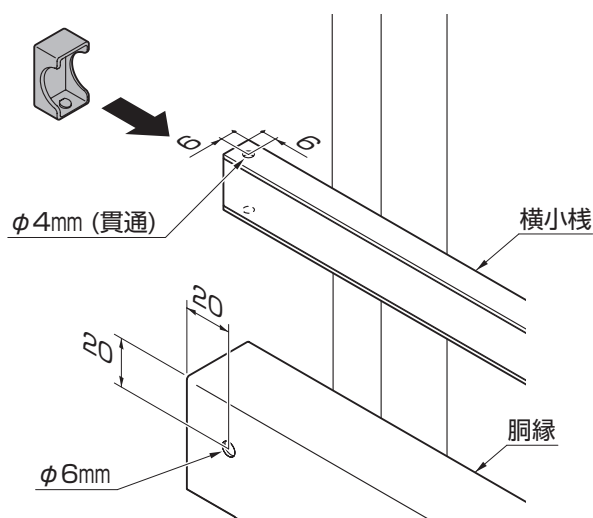

図3-3 切断箇所の穴加工
- ③ 横小棧の上面・下面と胴縁の側面に、それぞれφ4mm、φ6mmの穴をあけてください。(図3-3参照)
- ④ 横小棧キャップのツメが穴に掛かるように、横小棧に横小棧キャップを差込んでください。